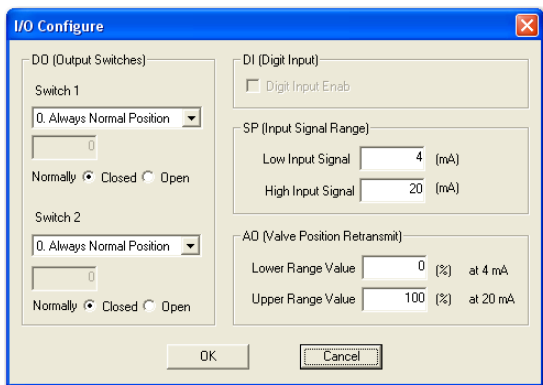

Abbildung 32 I/O-Konfiguration
Dieser Vorgang ist ein Beispiel mit den Einstellungen in Abbildung 32, um zu sehen, wenn ein Schalter in Betrieb ist:
1. Klicken Sie auf die Schaltfläche **Konfigurieren**, klicken Sie und Abbildung 32 wird angezeigt.